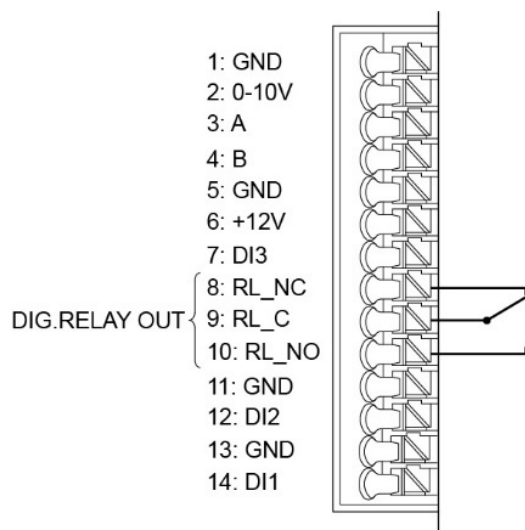

Figura 106: Conexión del relé de alarma
24. El OJ-DRHX está equipado con una salida de relé digital que puede utilizarse, p. ej., para señales de alarma (ver figura 106). La salida de relé es un relé libre de potencial con conmutador. La función preconfigurada de fábrica es la de relé de alarma. Carga máxima: 2 A/30 V DC/24 V AC.